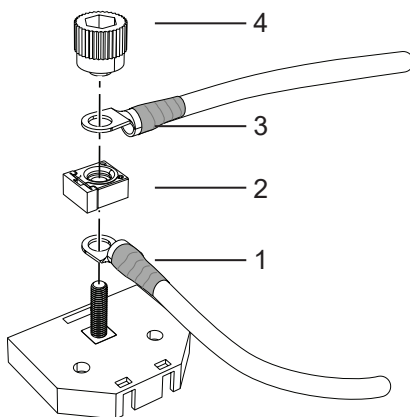
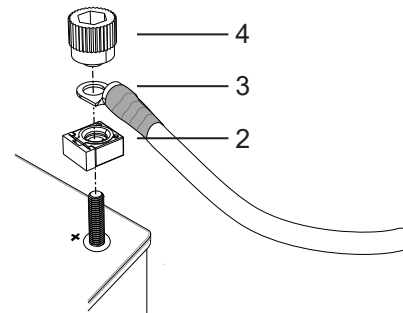

Bild 78. Inkoppling till säkringslåda
Bild 79. Inkoppling till batteriets plus-pol
2. Säkerställ att hyttströmbrytaren (CS) i förekommande fall står i läge "Av".
3. Vid användning av säkringslåda, anslut kabeln (1) till batteriets pluspol och till säkringslådan och placera där säkringen (2) ovanpå, se Bild 78.
4. Vid anslutning direkt till batteriets plus-pol, placera säkringen (2) på plus-polen, se Bild 79.
5. Anslut huvudströmkabeln (3) till säkringslådan/plus-polen, se Bild 78 - Bild 79.
6. Skruva fast kabelanslutningar och säkring med vredet (4). Kablarna monteras 90° alt. 180° ifrån varandra. Säkringen monteras i rät vinkel mot kablarna, se Bild 78 - Bild 79.